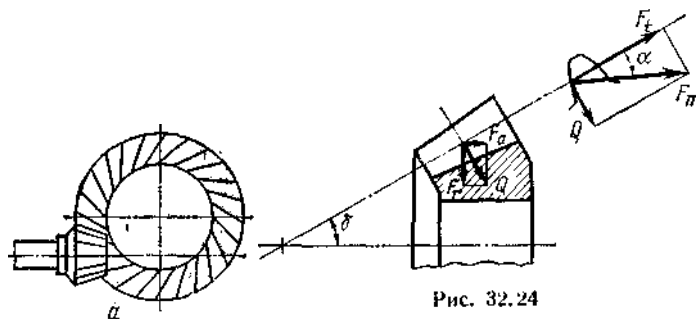

Рис. 32.24
**Сили, які діють у зачепленні конічних коліс** (рис. 32.24).